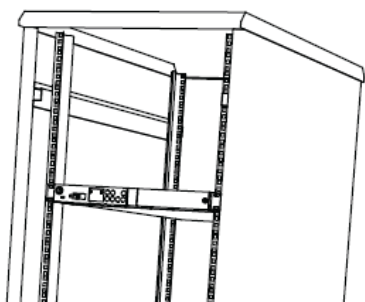

Рис. 2
5.2.1 Установить МГП в серверную стойку и прикрутить к направляющим (рис. 2).